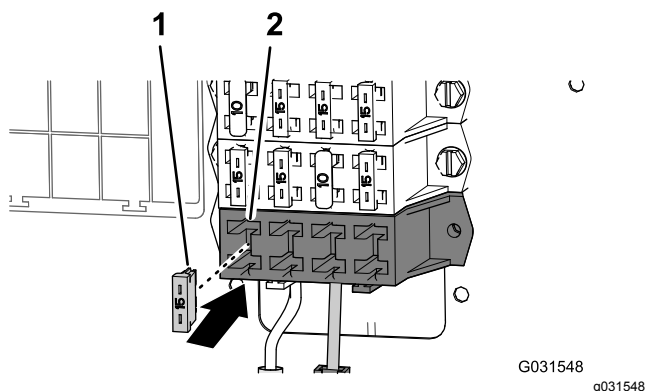

Figura 207
2. Instale el fusible de 15 A en la toma que localizó en el bloque de fusibles auxiliares (Figura 207).